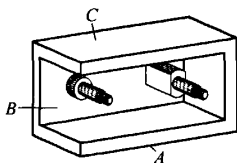

图 3
(1) 以一面两孔定位的胎具箱体 如图3所示,胎具箱体为四面方形体,两面开口,两轴定位。其中有一轴在长度上可以左右微移以消除两轴过定位,A面为定位基准面;B面安装两个定位心轴,分别是主轴箱 $\phi 70\text{mm}$ 孔心轴和 $\phi 50\text{mm}$ 孔短心轴,两心轴中间留有拆卸工件用的通